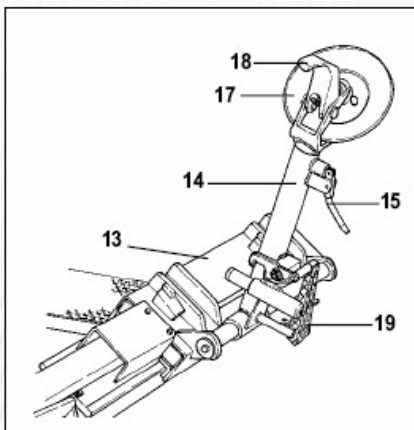

Рисунок 22
3) Убедитесь в том, что съемный рычаг находится с боковой стороны колеса. Если нет, нажмите на рычаг 19 (рис.22) и поверните его на 180°.
1) Установите кронштейн съемного рычага 14 (рис.22) в не рабочее положение. Подведите его к внешней стороне колеса и установите рычаг.
2) Вращайте колесо и одновременно вставляйте съемный рычаг 18 (рис.22) между ободом и бортиком, пока он не зафиксируется в этом положении.
7) Убедитесь в том, что съемный рычаг установлен на боковой стороне колеса. Если нет, нажмите на рычаг 19 (рис.22) и поверните его на 180°.
12) Рукояткой 19 (рис.22) поверните съемный рычаг на 180°.
21) Установите кронштейн съемного рычага 14 (рис.22) в рабочее положение.
3) Опускайте кронштейн зажимного устройства 14 (рис.22), пока оно не зафиксируется в нужном положении.
8) Отведите кронштейн съемного рычага 14 (рис.22) от обода. Отпустите рукоятку и установите кронштейн в не рабочее положение.
9) Нажмите на рычаг 19 (рис.22) и поверните лапку съемного рычага на 180°, которая при этом автоматически зафиксировается. Установите кронштейн в рабочее положение.